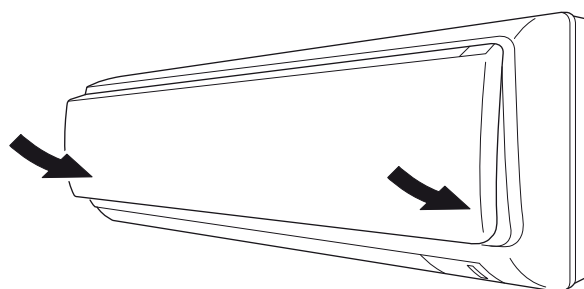

Fig. 19-1
- (6) Pressione os cantos inferiores direito e esquerdo da painel frontal para fixá-la na unidade interior. (Fig. 19-1)